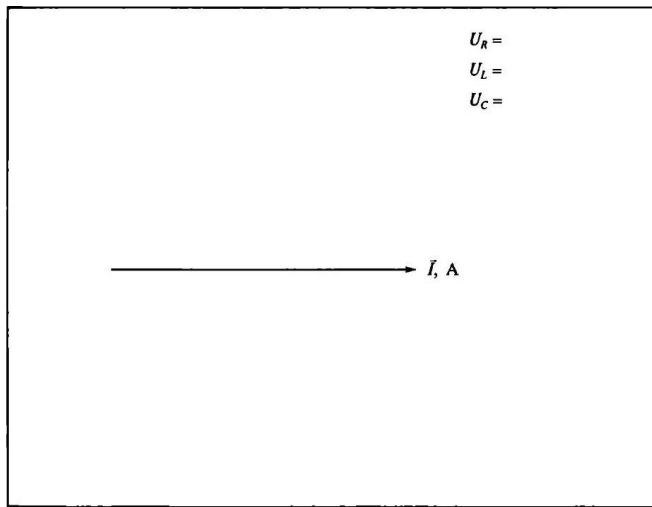

Рис. 4.4. Векторная диаграмма напряжений в ЭЦ с последовательным включением катушки индуктивности и конденсатора
3. Для одного из случаев, отмеченного в протоколе преподавателем, построить на рис. 4.4 векторные диаграммы напряжений и токов в соответствующем масштабе.